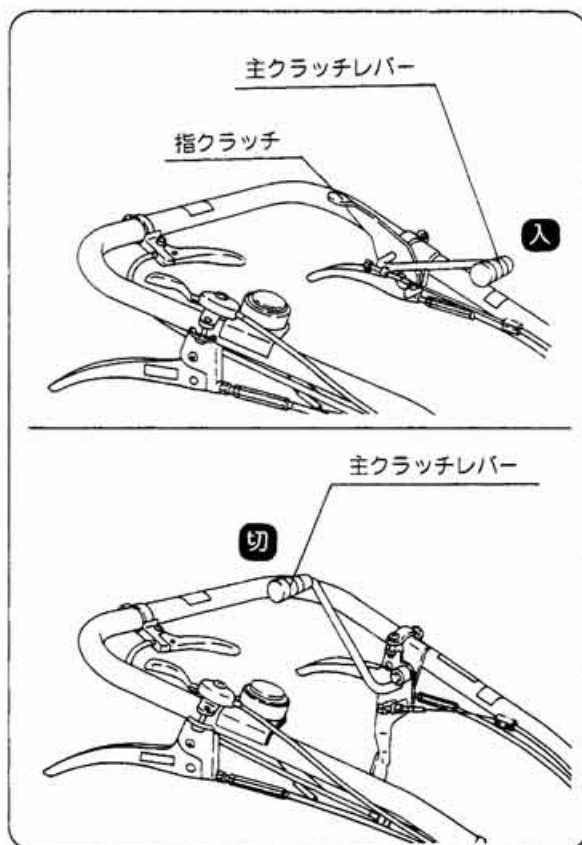

図21
① 主クラッチレバーを前に押しとクラッチが入り手前に引くとクラッチが切れます。(図21)